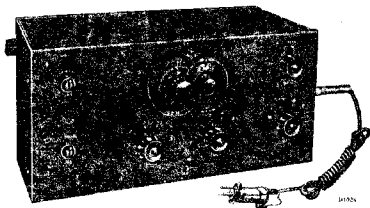

Fig. 1
1. Un oscillateur du Service, le type 4028 C ou GM 2330 (fig. 1).